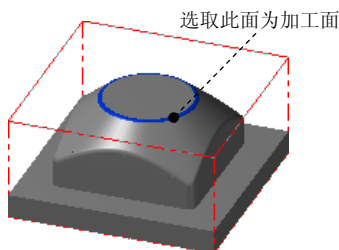
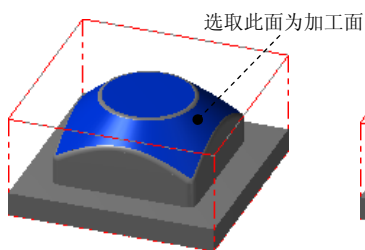
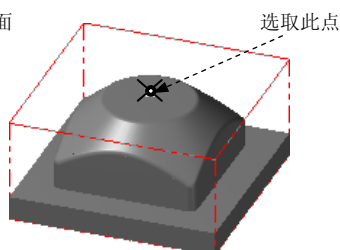

图 6.20 选取加工面
图 6.21 选取干涉面
图 6.22 定义放射中心
Step2. 选取加工面及放射中心。在图形区中选取图 6.20 所示的曲面，然后按 Enter 键，系统弹出“刀具路径的曲面选取”对话框。单击 **干涉面** 区域中的  按钮，选取图 6.21 所示的面（共 2 个）为干涉面，然后按 Enter 键。然后在 **选取放射中心点** 区域中单击  按钮，选取图 6.22 所示的圆弧的中心为加工的放射中心，其他参数设置保持系统默认设置。单击  按钮，系统弹出“曲面精加工放射状”对话框。